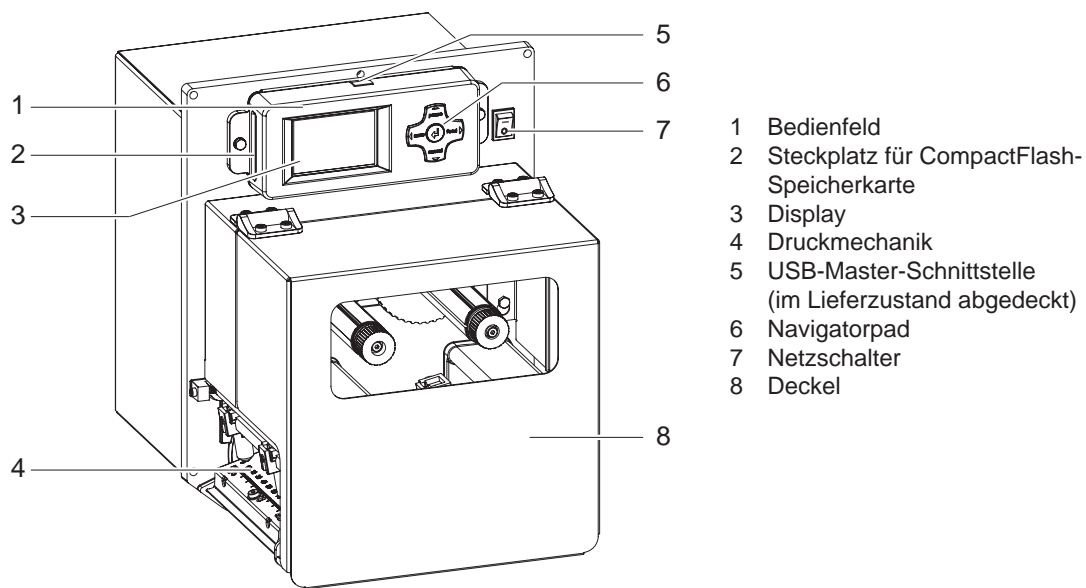

Bild 1 Übersicht
- ▶ Druckmodul am Netzschalter (7 / Bild 1) einschalten.